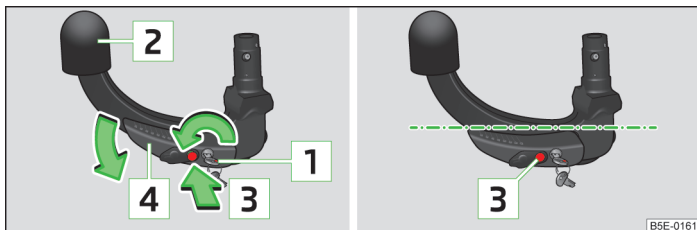

Fig. 100 Ajustar posición de reserva/Posición de reserva
- Girar la llave de modo que su marca roja **1** » fig. 100 sea visible.